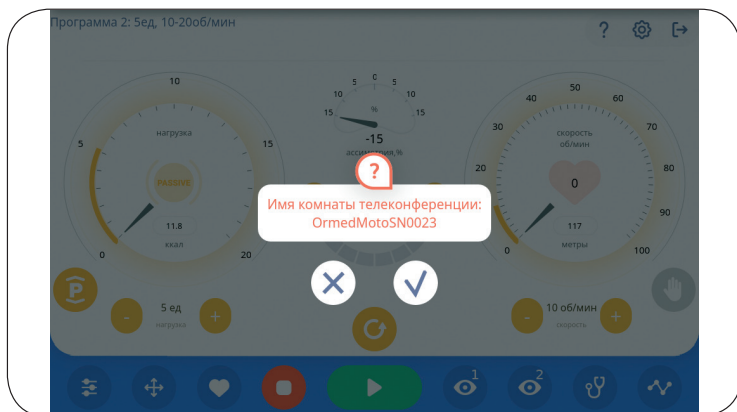

Рисунок 25
Для включения сеанса телемедицины необходимо на главном экране нажать кнопку (30) (см. раздел 7.3). При этом на дисплее появится сообщение с именем комнаты телеконференции (см. рис. 25), которое состоит из названия аппарата (OrmedMoto) и номера аппарата. Для подключения необходимо нажать на кнопку подтверждения.